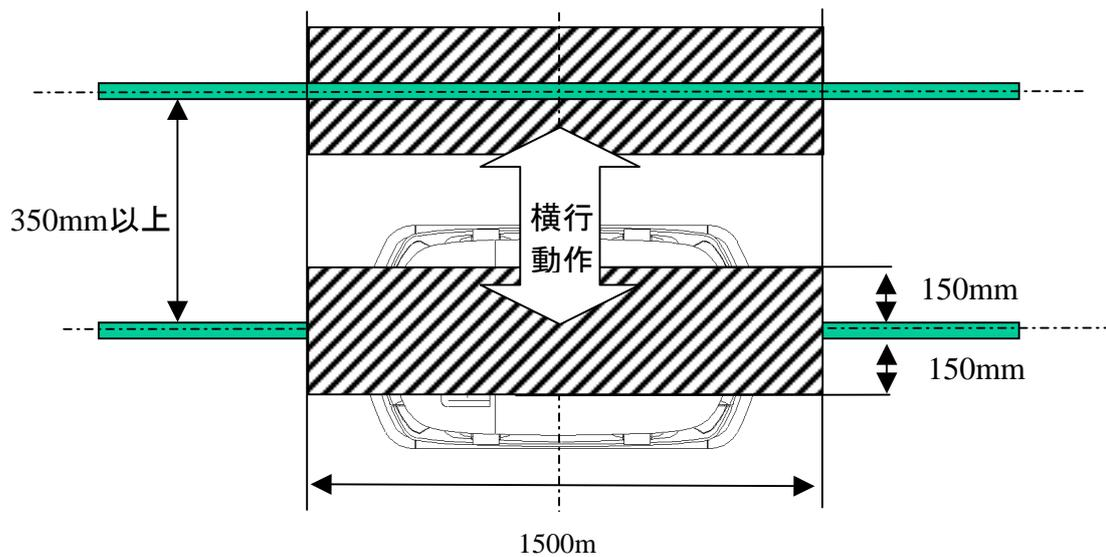

図2-17 横行の磁気ガイド設置条件
- (1) 横行距離は、350mm以上間隔を離してください。(図2-17参照)
- (2) 横行の停止箇所近傍150mm以内に、磁気ガイドもしくは停止マーク等の磁気センサに反応するものを設置しないでください。(図2-17参照)